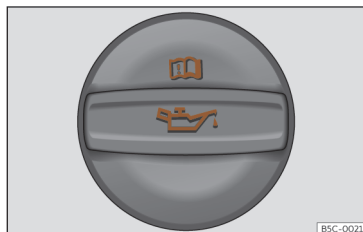

Fig. 200 Tampa do bocal de enchimento do óleo do motor no compartimento do motor.
- Localize o bocal de enchimento do óleo do motor. Reconhece-se pelo símbolo  que existe sobre a tampa >>> **Fig. 200.**
- Desenrosque a tampa do bocal de enchimento do óleo do motor >>> **Fig. 200.**